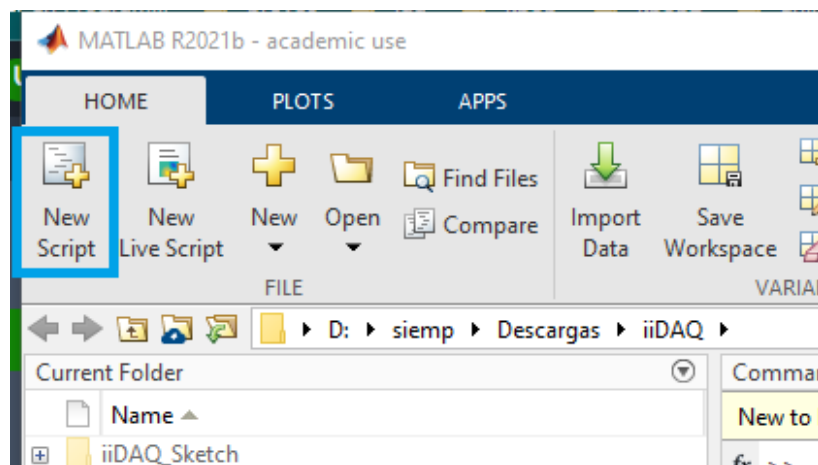
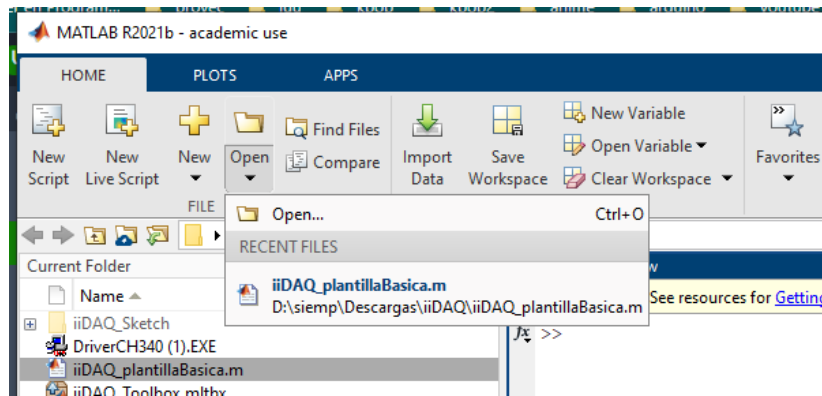

Figura 5.3: Nuevo Script
Figura 5.4: Abrir Proyecto
2. En la pestaña *HOME* > *New Script* (figura 5.3), dar click para abrir un Script y comenzar a programar las líneas de código necesarias para la adquisición de datos con iiDAQ. En su defecto, podemos adelantar el proceso con ayuda de nuestra plantilla básica, para esto, dar click en *HOME* > *Open* (figura 5.4) y buscar el archivo en nuestra carpeta de proyecto iiDAQ.